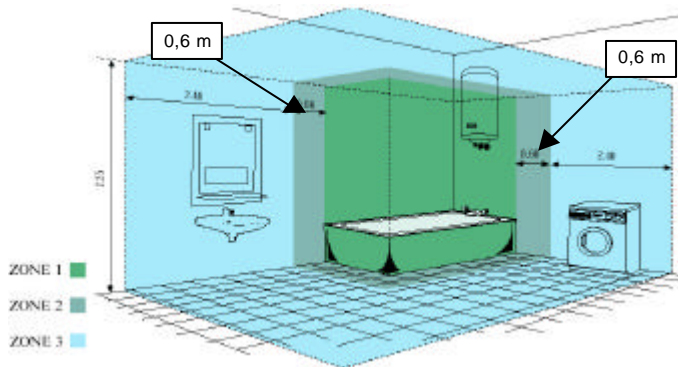

Figure 1 : Classification des Zones dans les Salles de Bain
- Le thermostat électronique est un appareil en classe I ou II et il est protégé au contact d'eau. Dans les salles de bain il doit être installé dans la zone 3 (figure 1) à condition que les éléments de commande ne puissent pas être touché par la personne qui utilise la douche et la baignoire.